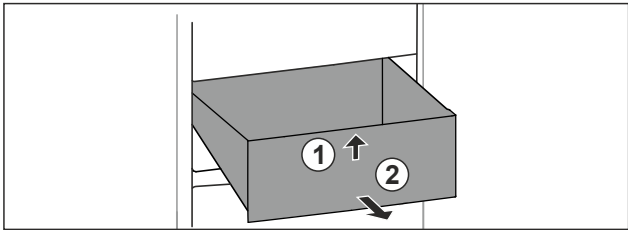

Fig. 83
- Sollevare il cassetto dal davanti. Fig. 83 (1)
- Rimuovere il cassetto tirandolo in avanti. Fig. 83 (2)